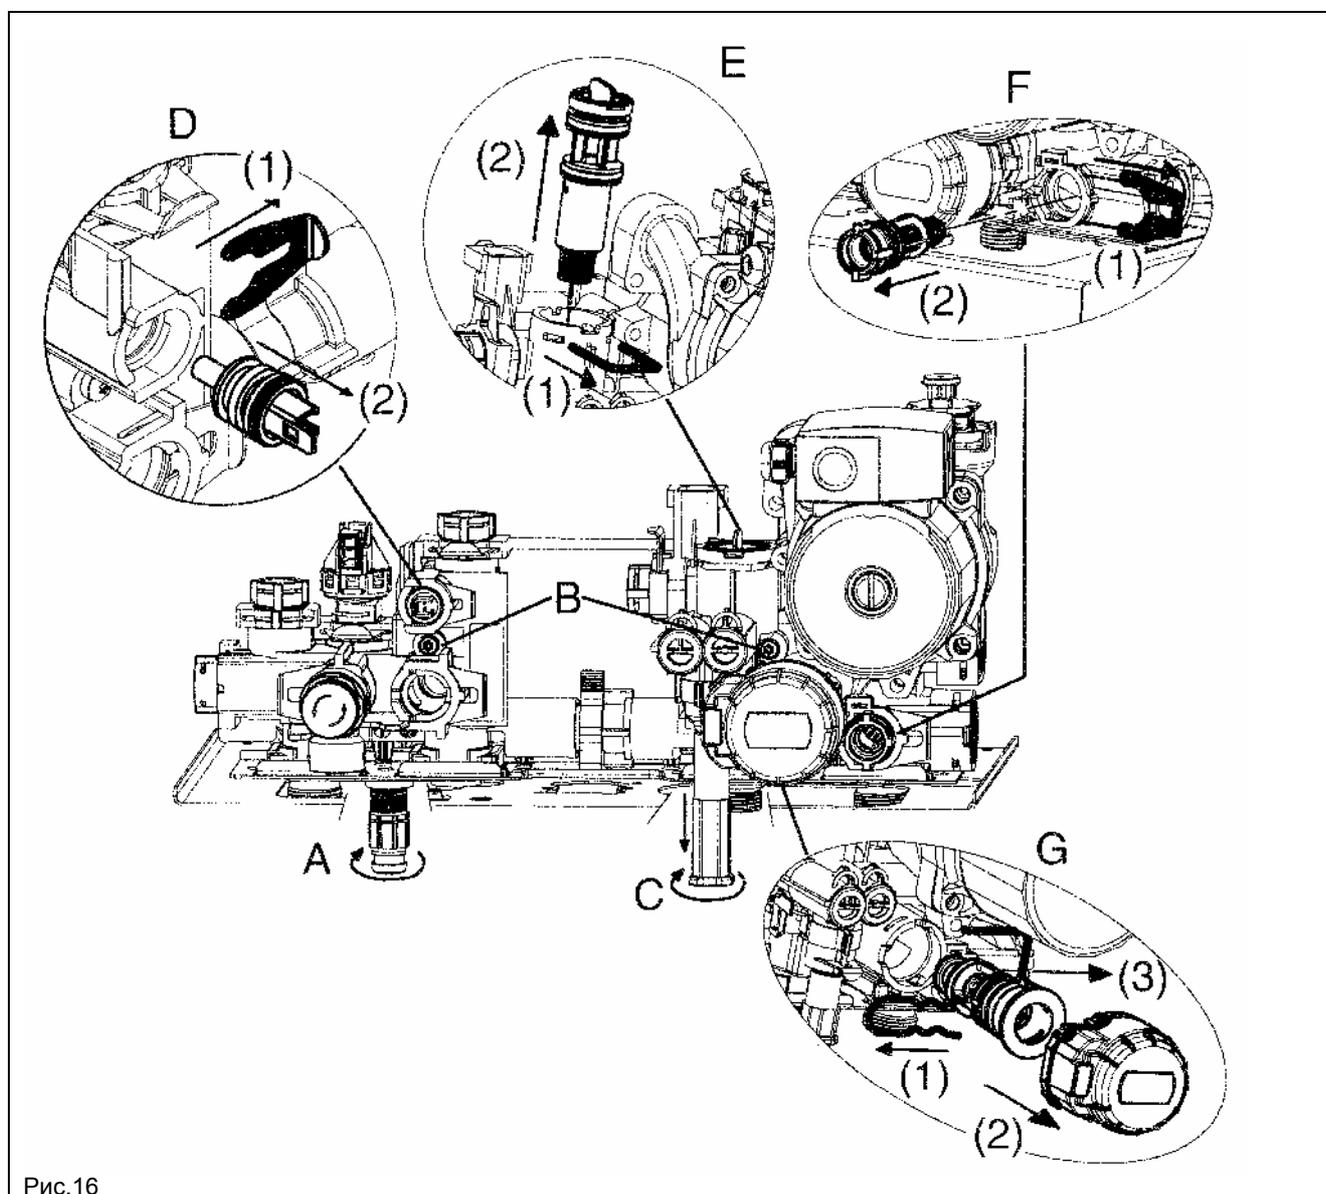

Рис.16
Фильтр на входе холодной воды системы ГВС и фильтр на обратке системы отопления располагаются внутри специальных съемных картриджей. Картридж с фильтром системы отопления располагается на возврате из системы (рис.16 F), картридж с фильтром системы ГВС располагается на входе холодной воды (рис. 16E). Для очистки фильтров действовать следующим образом:
- слить воду из системы отопления, открыв кран А (рис.16);
- для того, чтобы вынуть картридж с фильтром системы отопления, необходимо вначале снять мотор трехходового клапана (1-2G – рис.16);
- Снять зажим 1E (рис.16);
- Снять фильтр (2E рис.16).
При отсутствии специального крана необходимо демонтировать вторичный теплообменник, как описано в следующем параграфе, и очистить его отдельно. Рекомендуем очистить от известкового налета также датчик NTC системы ГВС и место его расположения (рис.16 D).